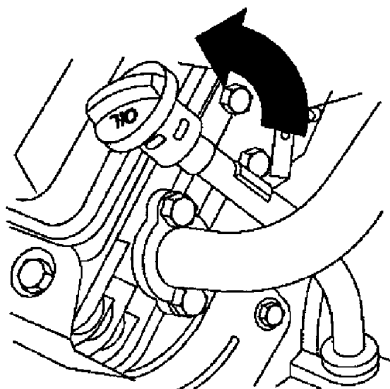

Figure 1
2. Enlevez la jauge et essuyez-la sur un chiffon propre (Fig. 1). Réintroduisez-la dans le goulot en veillant à l'enfoncer au maximum. Sortez de nouveau la jauge et vérifiez le niveau d'huile.